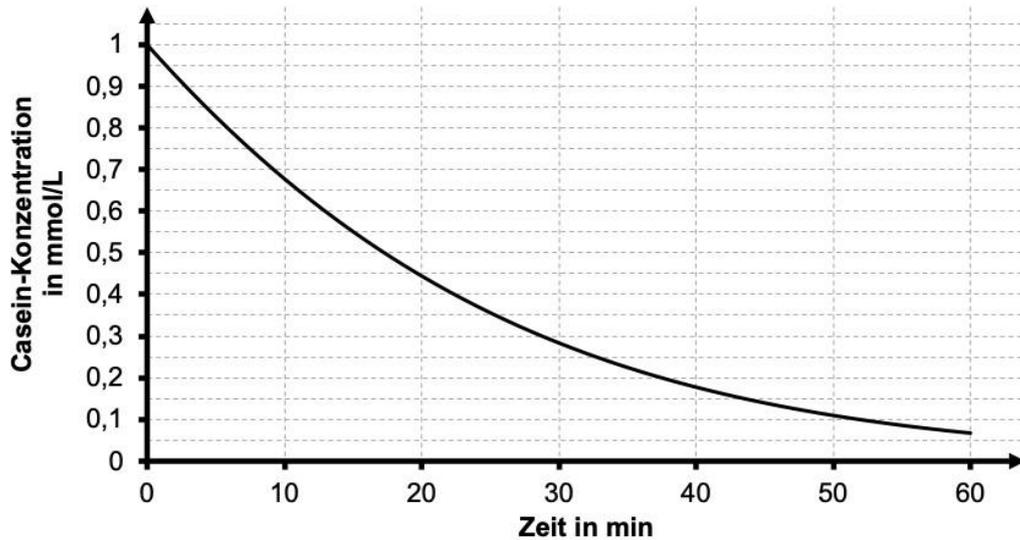

Abb. 3: Abhängigkeit der Casein-Konzentration von der Zeit beim Abbau durch Actinidain2
3.1 In einem Experiment wurde der Abbau von Casein durch Actinidain untersucht. Die Versuchsergebnisse sind in Abbildung 3 dargestellt.
Ermitteln Sie mithilfe von Abbildung 3 die mittlere Reaktionsgeschwindigkeit im Zeitraum von  $t = 0$  min bis  $t = 30$  min. [4 BE]